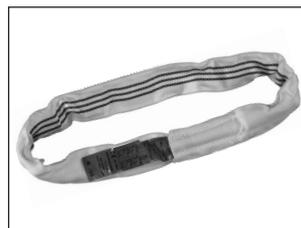

Abbildung 9:
- Hebebänder (siehe Abbildung 8) und Rundschnlingen (siehe Abbildung 9) mit eingenahtem Etikett mit Angaben zu Tragfähigkeiten bei gebräuchlichen Anschlagarten (Spezifikationen siehe Lieferanten von Hebebändern und Rundschnlingen).